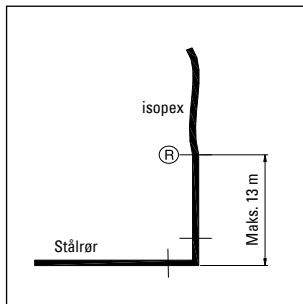

fig. 4
- Ved tilkobling til stålrør, hvor stålrøret ikke er fikseret, skal reglerne i fig. 4 overholdes.